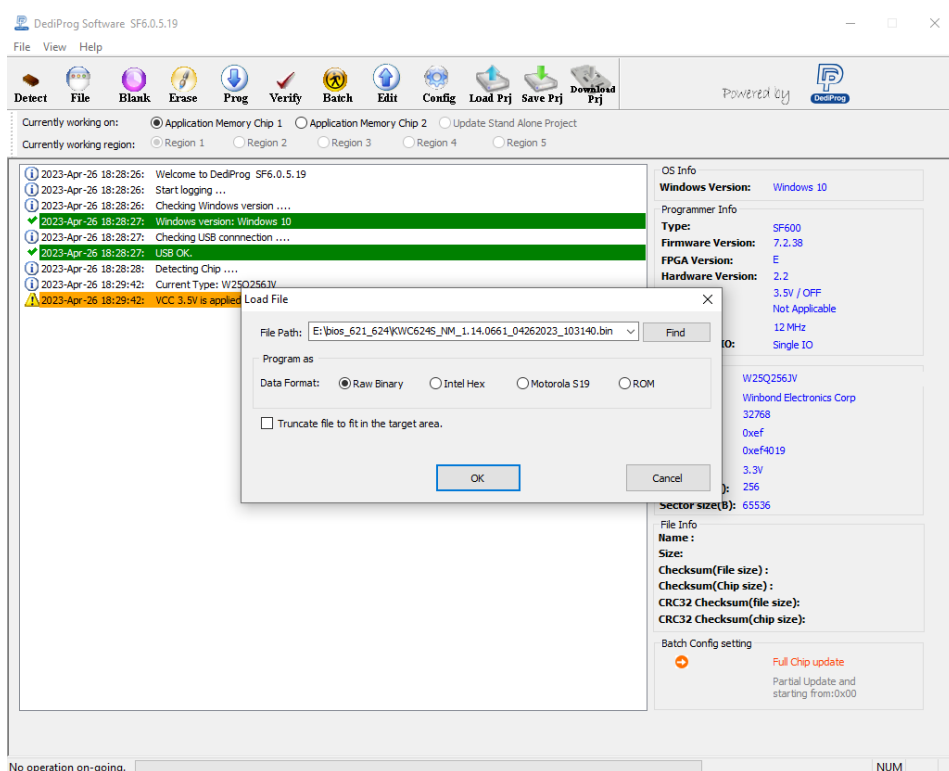
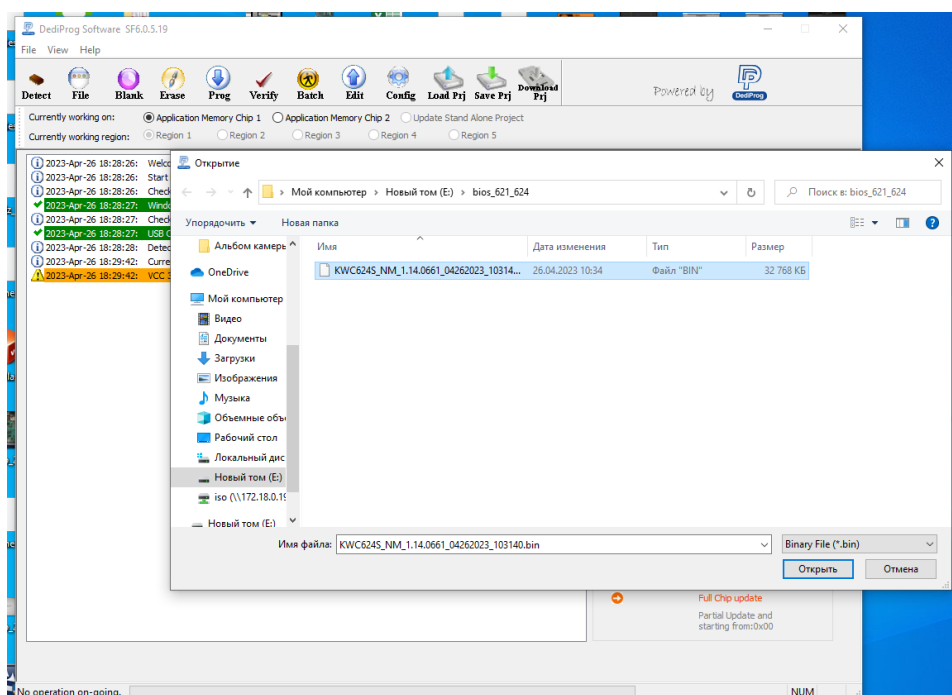

Рис. 3 – Окно «Load File» для выбора файла прошивки
Рис. 4 – Окно «Открытие» для указания расположения файла прошивки
6) Далее нажмите кнопку «File» и выберите прошивку для контроллера ВМС, в зависимости от целевого назначения прошиваемой микросхемы (окно с возможностью выбора файла прошивки показано на рис. 3). Для указания расположения файла прошивки можно использовать кнопку «Find». В окне
(см. рис. 4) выбрать файл прошивки и нажать «Открыть». По окончании в окне (см. рис. 3) нажать «Ок».